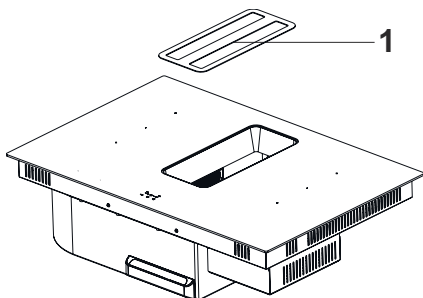

Fig. 8
1. ➔ For at udskifte det aktive kulfilter skal du først fjerne den dekorative grill (Fig. 8).